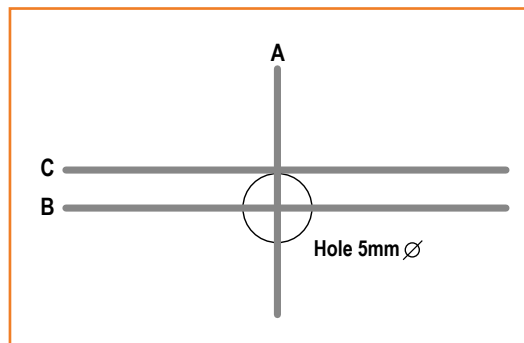
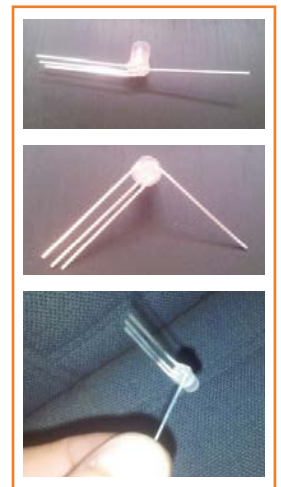

Figure 6.
Figure 7.
La première étape de l'assemblage consiste donc à plier correctement les pattes des LED à l'aide d'un gabarit, que j'ai fabriqué en perçant un trou de 5 mm de diamètre dans un morceau de panneau de fibres (MDF). Le trou doit être parfaitement adapté à la dimension des LED et doit permettre de les insérer et de les retirer facilement. J'ai ensuite tracé des repères de pliage autour du trou (**fig. 6**) : une ligne verticale (A) et une ligne horizontale (B) passant toutes deux par le centre du trou, et une ligne horizontale (C) tangente au bord supérieur du trou. Plier les pattes à l'aide d'une règle métallique s'est révélé très pratique. Les photos de la **figure 7** illustrent les étapes à suivre.
1. Insérer la LED dans le gabarit en vérifiant son orientation. Toutes les pattes doivent être alignées avec la ligne horizontale (B), et la cathode doit être la seconde patte en partant de la droite.
2. Premier pliage : plier la cathode vers le bas et les anodes vers le haut selon la ligne (A) de façon à ce qu'elles soient parallèles au bois et au « fond » de la LED.
3. Deuxième pliage : utiliser une règle métallique pour plier la cathode vers la gauche parallèlement à la ligne (B).
4. Troisième pliage : placer la règle selon la ligne horizontale (C) et plier à nouveau les anodes vers le haut. Voilà, plus que 511 LED à plier !